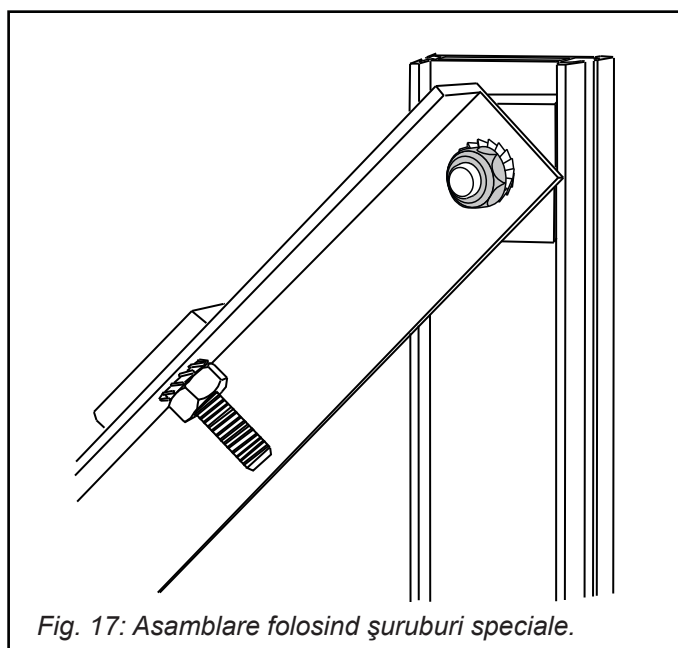

Fig. 17: Asamblare folosind șuruburi speciale.
- Asamblați suportii triunghiulari care vin parțial înșurubați unul de celălalt. (fig. 17). Fixați marginile libere ale suporturilor cu un șurub (Fig.17) și securizați toate conexiunile.